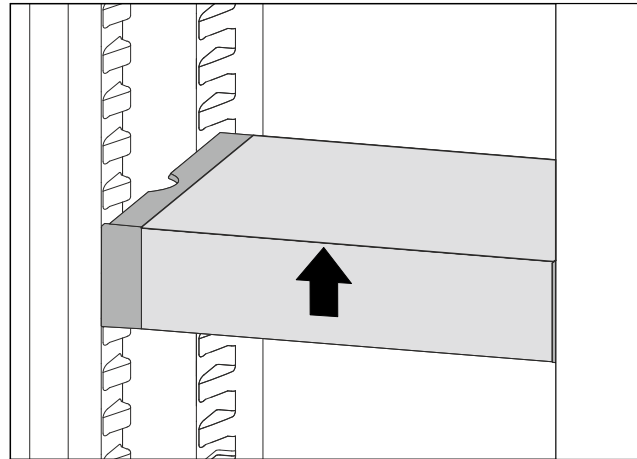

*Fig. 140*
- ▶ VarioSafe-Schubfach hinter den Stopperrn auf gewünschter Rippe *Fig. 140 (1)* oder *Fig. 140 (2)* aufsetzen.